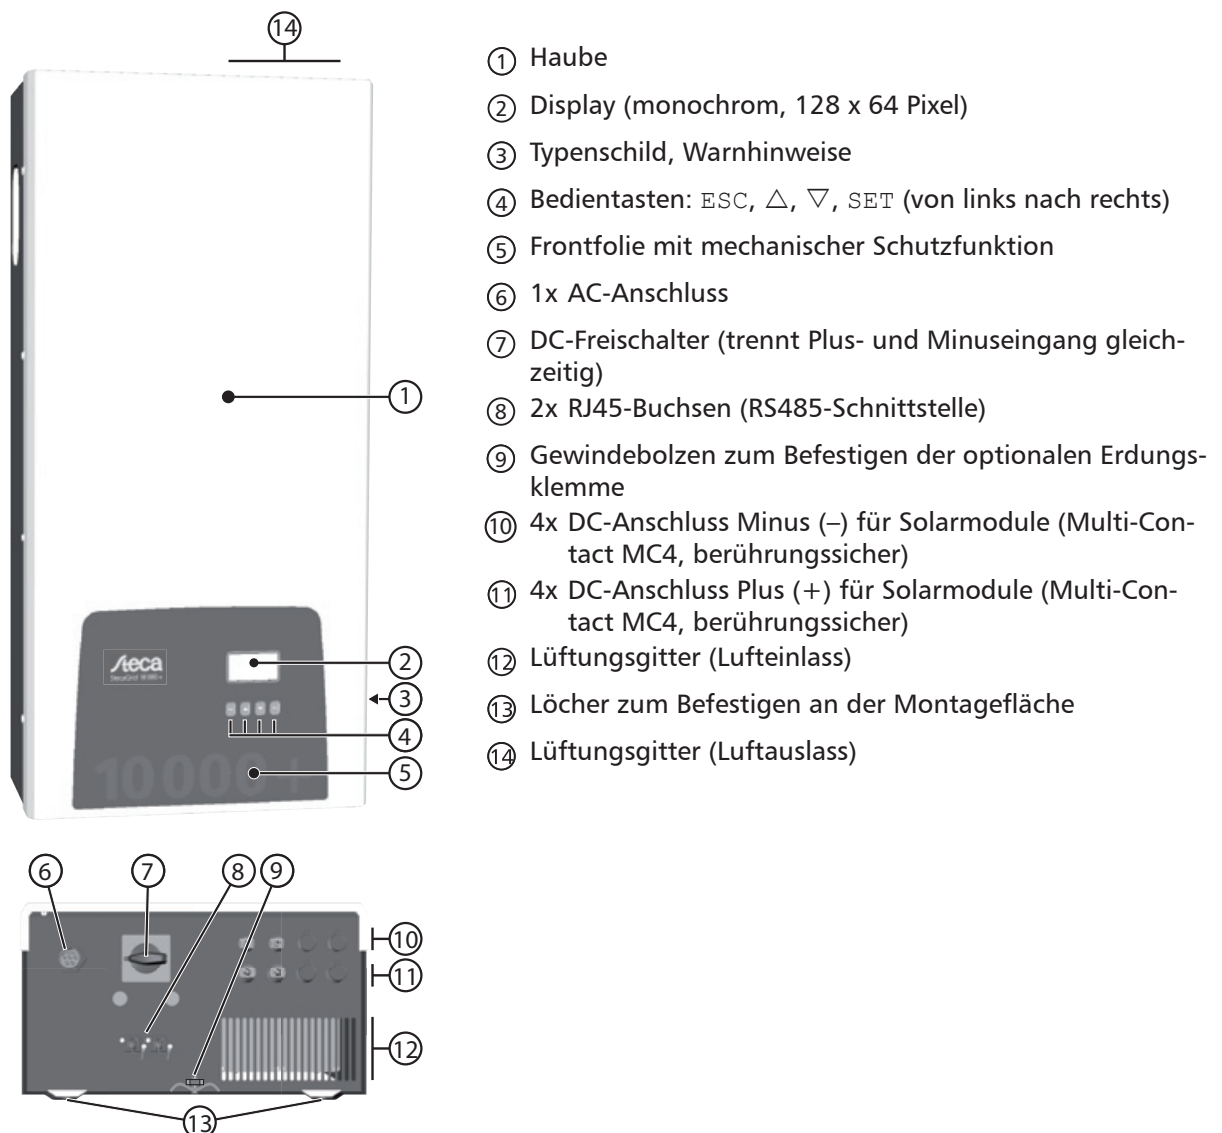

Abb. 5: Komponenten an Vorder- und Unterseite des Gehäuses
Die Position des Typenschildes zeigt Abb. 5, S. 7.
Die Bedientasten (④ in Abb. 5) haben folgende Funktionen:
Für die Darstellung auf dem Display (② in Abb. 5) gilt allgemein: